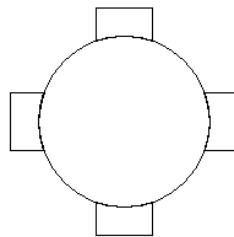

図 1.7.21
**メイン：**他のオブジェクトの主要なオブジェクトと重複しない部分を保持します（図1.7.21を参照）。